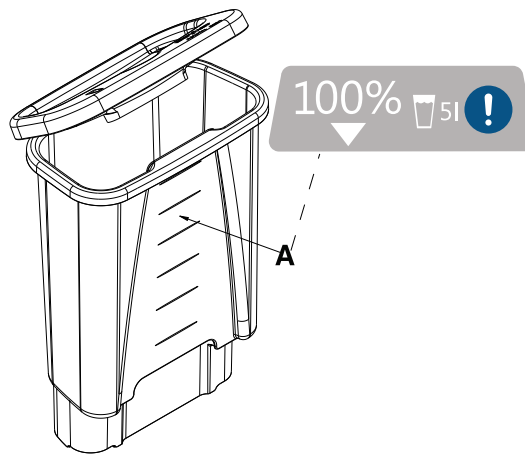

Fig. 8-16: Vandbeholderens påfyldningslinje
2. Fyld vandbeholderen med fem liter sterilt destilleret vand. Fyld ikke længere op end den øverste påfyldningslinje for at undgå, at vandet løber over (Fig. 8-16 på side 8-28).